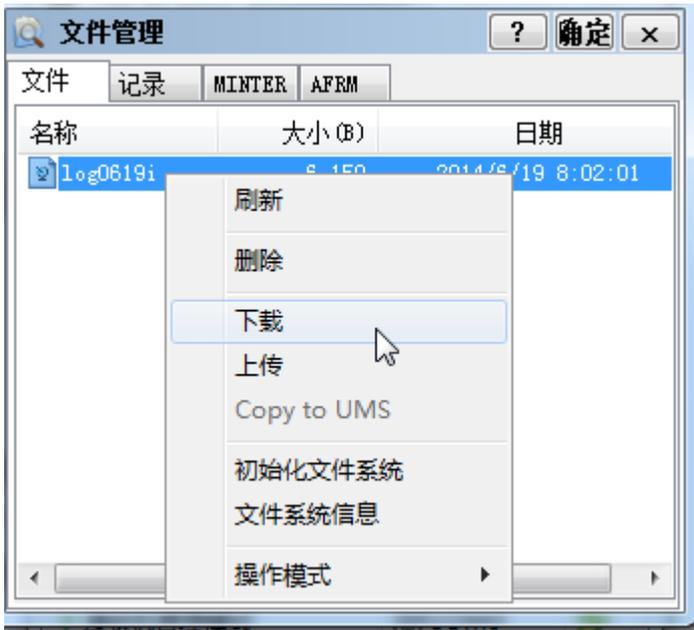

图 5-6 文件浏览器对话框
2. 在主菜单界面点击‘文件管理’图标，*File Explorer*（文件浏览器）对话框将显示全部记录的原始数据文件（图 5-6）。